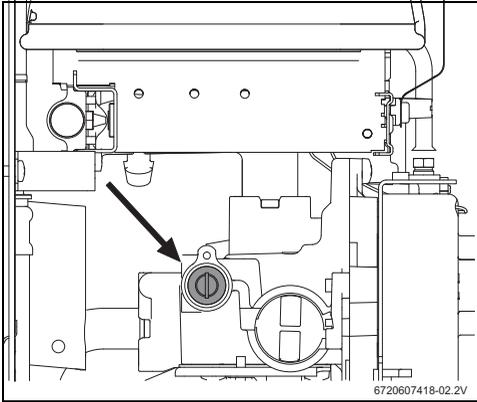

Bild 14 Einstellschraube für maximalen Gasdurchsatz
- ▶ Versiegelung der Einstellschraube entfernen (Abb. 14).
- ▶ Mit der Einstellschraube (Abb. 14) den Druck regulieren, bis die in der Tabelle 14 angegebenen Werte erreicht sind.